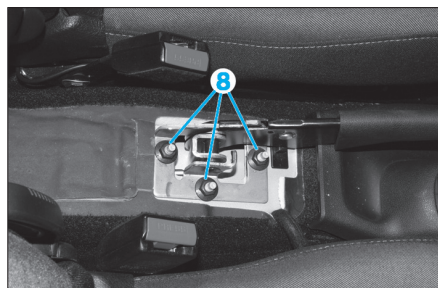

Fig. 5
- Dégager le frein de stationnement après avoir déposé les écrous hexagonaux de 13 (8) (Fig.5).